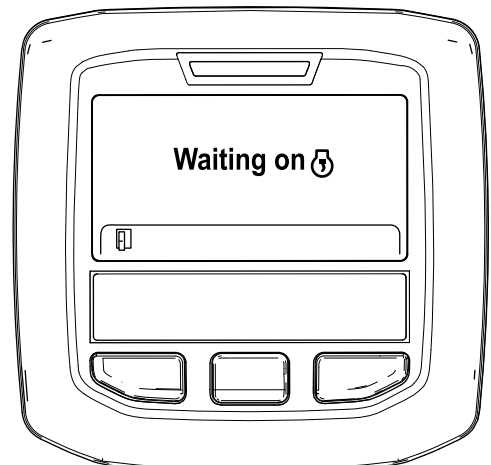

Figura 36
- B. Surge a mensagem "Waiting on" (À espera de) (Figura 36).